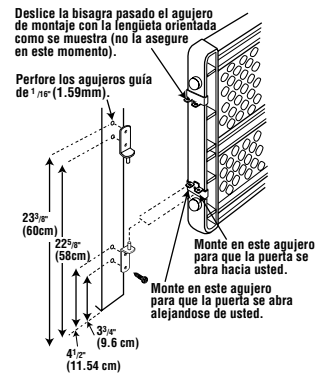

Figura 9
2. Deslice las dos bisagras de la puerta sobre el lado de las bisagras de la puerta como se muestra en la figura 9. Atornille la bisagra inferior con un tornillo Núm. 6 x 5/8" (no atornille la bisagra superior en este momento).
3. Atornille las dos bisagras de batiente al umbral usando cuatro tornillos Núm. 6 x 5/8" como se muestra en la figura 9.
4. Coloque la bisagra inferior de la puerta en la bisagra de batiente inferior. Si prefiere que la puerta se abra hacia usted, use el agujero en la bisagra de la puerta más cercano a usted (vea la figura 9). Si prefiere que la puerta se abra alejándose de usted, use el agujero en la puerta más alejado de usted. **No deje que la puerta se abra por encima de las escaleras. Deslice la bisagra de la puerta por encima de la puerta hasta la bisagra de batiente superior y atornillela a la puerta con un tornillo número 6 x 5/8".**